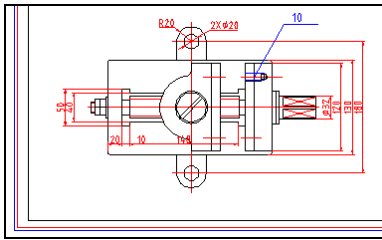

图 12-26 窗口选择打印区域
- **窗口**：用窗选的方法确定打印区域。单击该按钮后，【页面设置】对话框暂时消失，可以用鼠标在模型窗口中的工作空间拉出一个矩形窗口，该窗口内的区域就是打印范围。使用该选项确定打印范围简单方便，但是不能精确确定比例尺和出图尺寸，如图 12-26 所示。